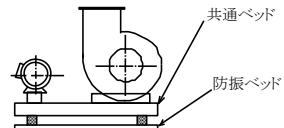

図2 床置型（例）
(1) 床置型
- ① 十分な強度をもつコンクリート基礎に基礎ボルト（客先手配）をしっかりと埋め込み、防振ベッド（または共通ベッド）を水平に固定してください。（図2）